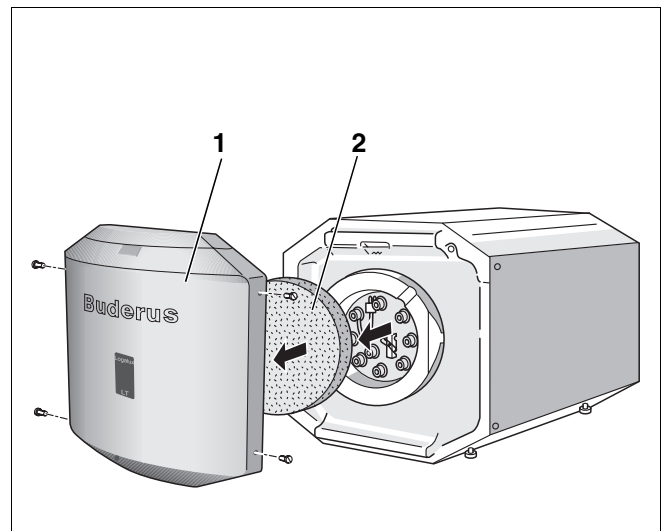

Abb. 8 Vorderwand und Wärmeschutz abnehmen
Montieren Sie den Temperaturfühler zur Messung und Überwachung der Warmwassertemperatur am Warmwasserspeicher. Die Speichervorderwand muss dazu demontiert sein (Abb. 8).
- Die 4 Schrauben seitlich an der Vorderwand lösen, die Vorderwand und das Wärmeschutzelement abnehmen (Abb. 8, Seite 12).